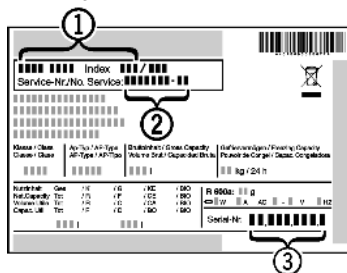

Fig. 41
- ▶ Odczytać z tabliczki znamionowej oznaczenie urządzenia Fig. 41 (1), nr serwisowy Fig. 41 (2) oraz numer seryjny Fig. 41 (3). Tabliczka znamionowa znajduje się po lewej stronie wewnątrz urządzenia.